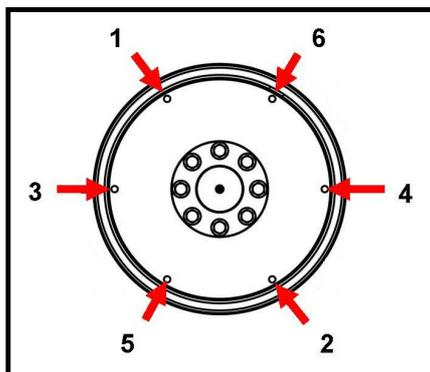

FIGURA 22. SEQUENZA DI FISSAGGIO
10. Serrare i bulloni per fissare il disco di accoppiamento al volano nella sequenza indicata in Figura 22 a pagina 40.